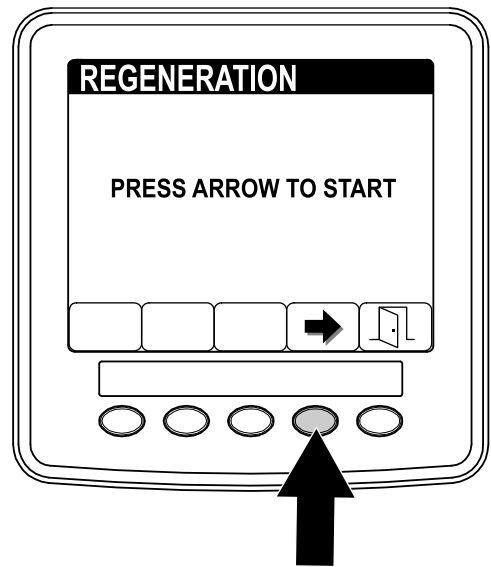

Figura 51
3. En la pantalla de regeneración, pulse el botón 4 para iniciar el proceso de regeneración (Figura 51).